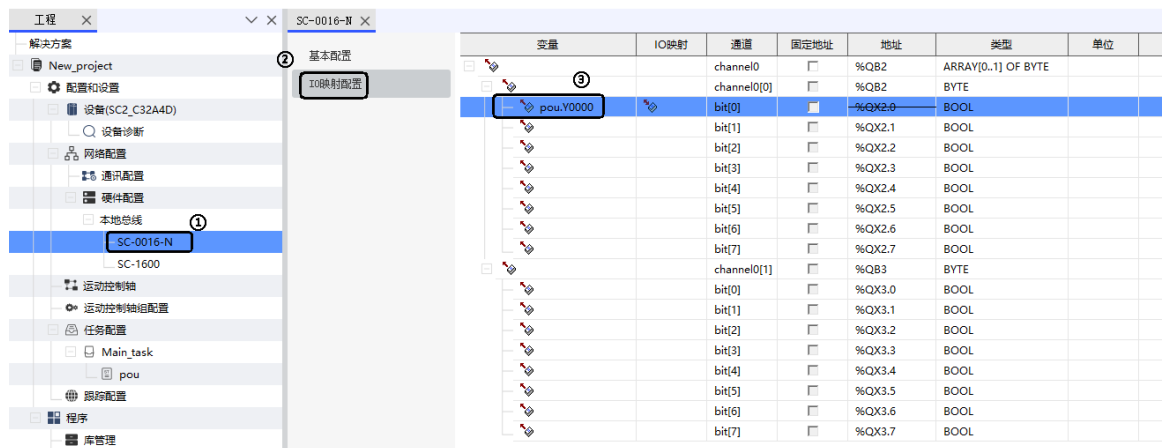

图 6.8 输出变量与输出口关联映射
- ② 鼠标左键双击“SC-0016-N”，选择“I/O 映射配置”，SC-0016-N 输出模块端口关联映射，如图 6.8 所示：